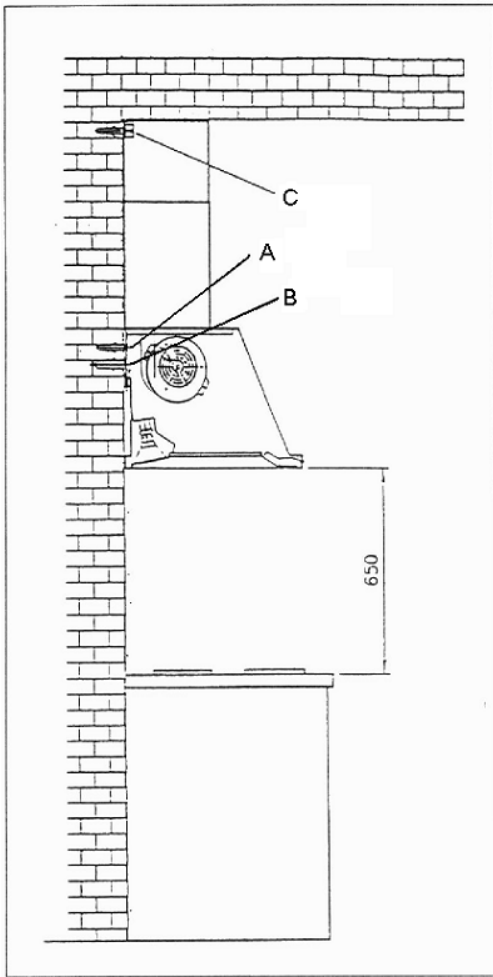

FIG. 1
- Blockeringskilar (Fig. 1 - A).
- Upphångs- och nivelleringskilar (Fig. 1 - B).
- Bygel och fästskruv för att fästa kaminen vid väggen (Fig. 1 - C).
Apparatet (fig. 1) må ha en minimumsavstand fra platetoppen på 65 cm. Apparatet må ikke plasseres over ovner med en glødende plate øverst. Luftavsuget må være i samsvar med gjeldende standarder.
- Låseplugg (fig. 1 - A).
- Opphengs- og nivelleringsplugg (fig. 1 - B).
- Konsoll og skruer for festing av røkrøret til veggen (fig. 1 - C).